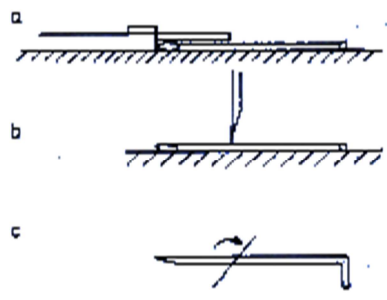

Bild 124: Winkel abstechen, 2. Seite
- c. Während die eine Hand den Draht auf der Unterlage hält, dreht die andere das Scheibchen in die entsprechende Winkellage und sticht ab (siehe Bild 124).